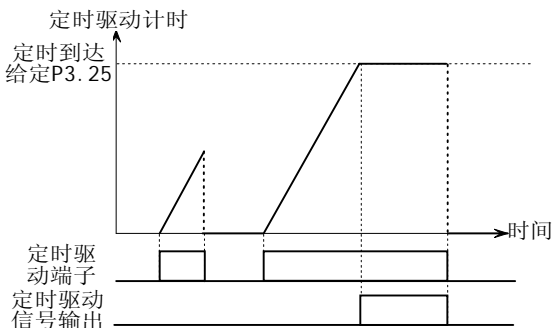

图 5-3-7 定时驱动输入
- 当计时至定时到达给定P3.25时停止计时。如图5-3-7所示：